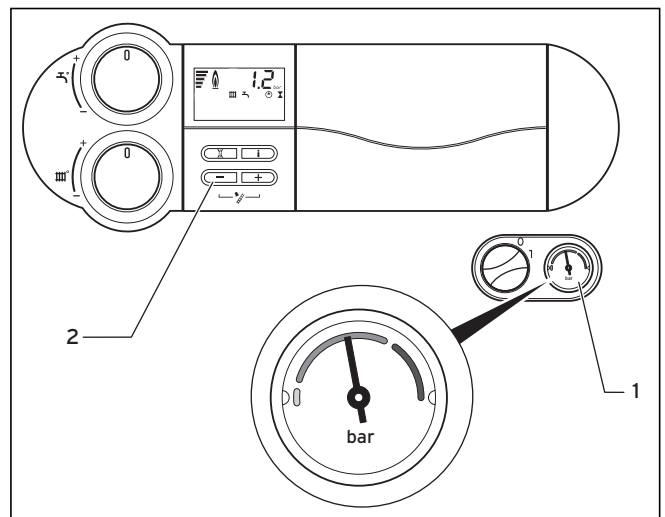

Abb. 4.5 Fülldruck der Heizungsanlage kontrollieren
- Kontrollieren Sie bei der Inbetriebnahme den Fülldruck der Anlage am Manometer (1). Für einen einwandfreien Betrieb der Heizungsanlage muss das Manometer (1) bei kalter Anlage in der oberen Hälfte des dunkelgrauen Bereichs stehen (siehe Abb. 4.5). Dies entspricht einem Fülldruck zwischen 1,0 und 2,0 bar. Steht der Zeiger im hellgrau hinterlegten Bereich, muss vor der Inbetriebnahme Wasser nachgefüllt werden (siehe Kap. 4.8.4).